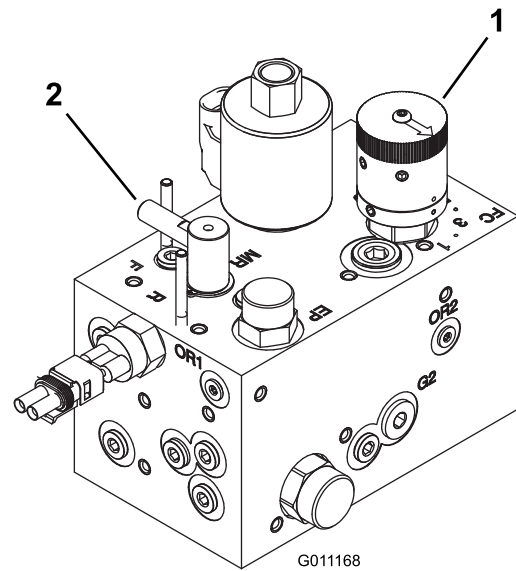

Figura 49
3. Girate la manopola di comando della velocità dei cilindri (Figura 49) fino al numero della velocità dei cilindri stabilito al passaggio 1.